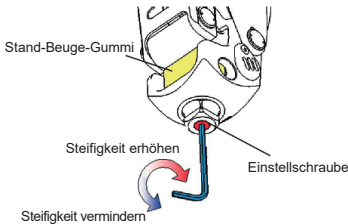

Fig. 9: Einstellen der Stand-Beuge-Steifigkeit
- Stellen Sie die in Fig. 9 gezeigte Einstellschraube mit einem 3-mm-Inbusschlüssel ein.